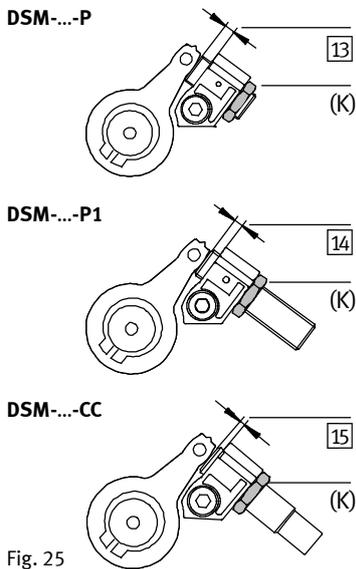

Fig. 25
2. Afloje la contratuerca (K) (Fig. 25) del amortiguador.